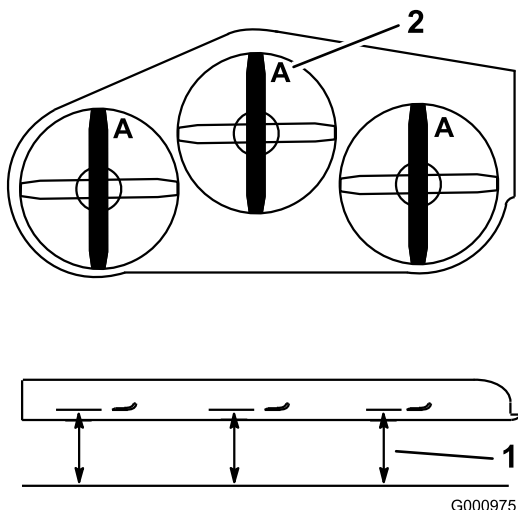

Figure 67
2. Mesurez la distance entre la surface plane et le tranchant (position **A**) des lames (Figure 67).